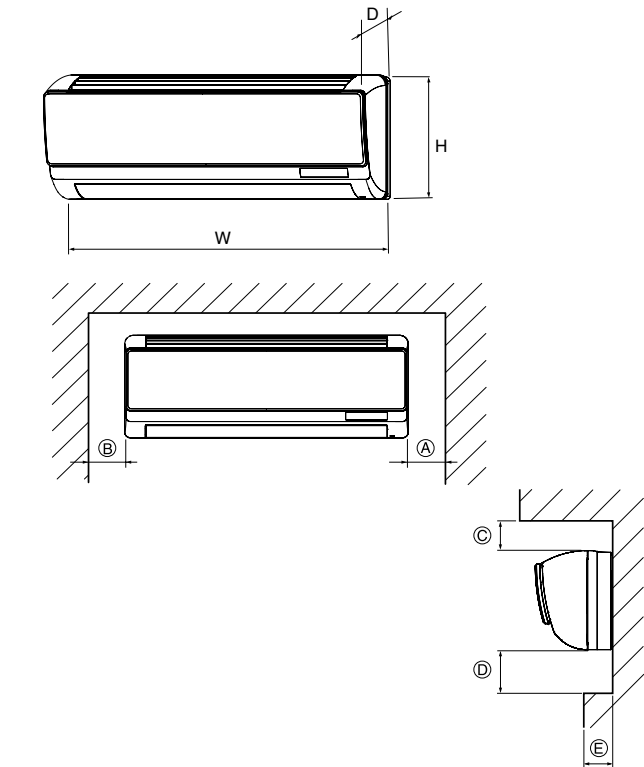

Fig. 2-1
①	Soporte de fijación en la pared	1	Fijado a la parte trasera de la unidad
②	Tornillo roscado 4 × 35	8
③	Cinta de fieltro	1	Paquete envuelto
④	Cable del mando a distancia MA	1
⑤	Cable del receptor inalámbrico	1
⑥	Abrazadera	1
⑦	Sujetador	1
⑧	Cable	1
2.1. Dimensiones exteriores (Unidad interior) (Fig. 2-1)